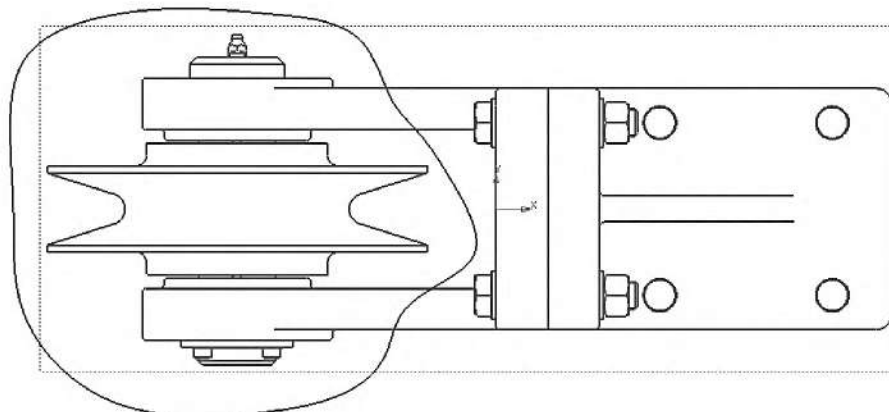

Рисунок 4.31. Построение контура местного разреза
2.3.3 Постройте замкнутую кривую на виде сверху *Ролика*. Кривая будет использована в качестве контура местного разреза (рисунок 4.31).